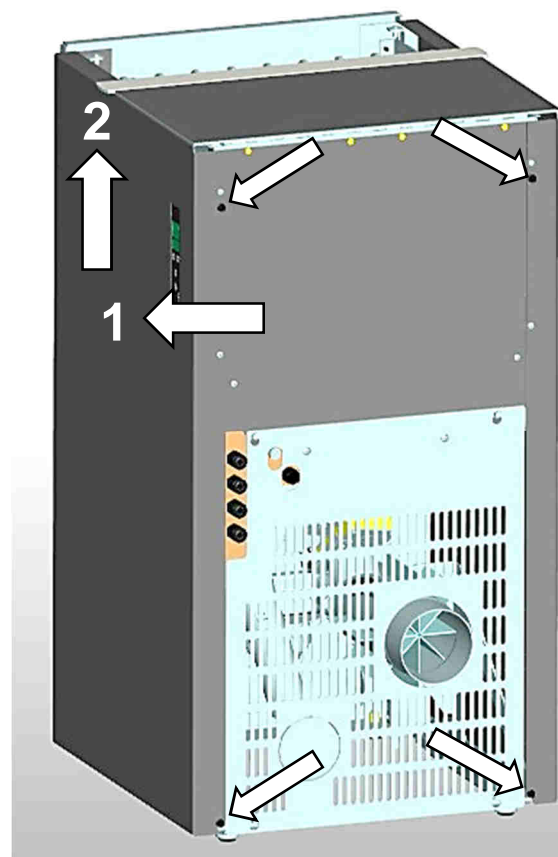

Abb. 43: Schrauben Rückwand Pat selection/Pat selection eq
3. Obere Schrauben an der Rückwand entfernen, untere Schrauben lösen (Abb. 43).
4. Seitenteil oben ausschwenken und nach oben entnehmen (Abb. 43).